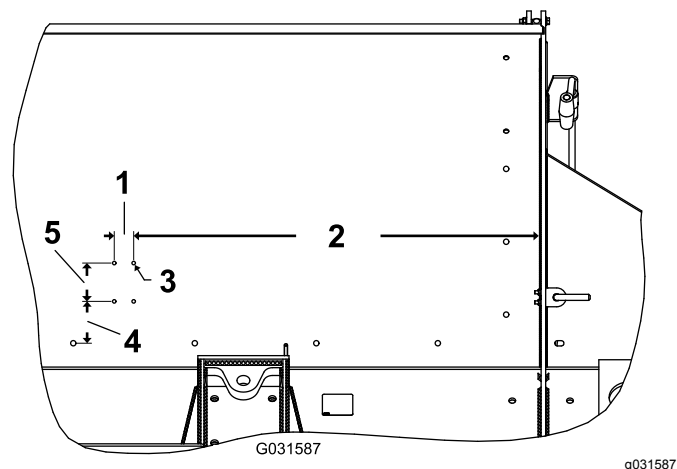

Figura 18
- Faça 4 furos de montagem (7 mm) na parte lateral do dispositivo de recolha. Consulte a Figura 18 para obter as dimensões de perfuração.